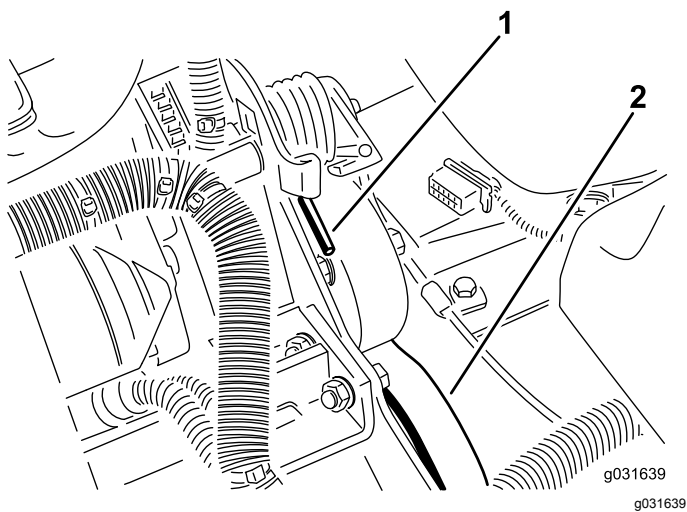

Figura 59
2. Empuje hacia adelante y hacia abajo sobre el extremo del muelle para desengancharlo del soporte y liberar la tensión (Figura 59).